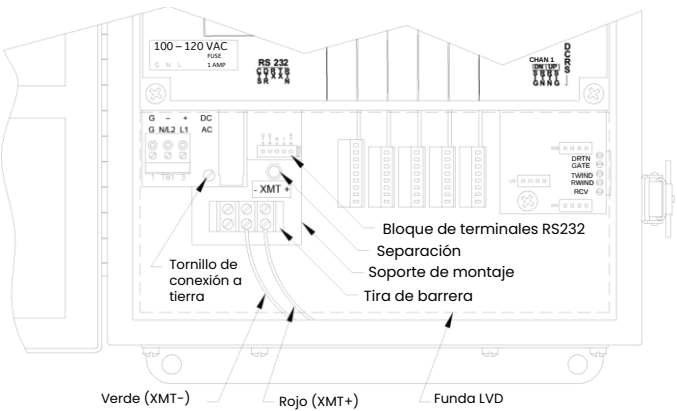

Figura 9: montaje del convertidor de interfaz
Un soporte especial que contiene el conversor de la interfaz en serie y una tira de barrera de tres terminales, justo debajo del bloque de terminales RS232 (ver figura 9). El bloque de terminales RS232 estándar está cableado a la entrada del conversor de interfaz serial, y la salida RS-485 del conversor de interfaz en serie está cableada a la tira de barrera.
El cableado de fábrica estándar de la interfaz en serie RS485 está configurado para cableado punto a punto. Es decir, un único modelo GF868 puede conectarse directamente a una única computadora personal. Para conectar la interfaz serie RS485, consulte la figura 9 y complete los siguientes pasos:
- 3. Retire el *soporte de montaje* del conversor de la interfaz en serie quitando el separador ubicado justo debajo del bloque de terminales RS232 y el tornillo de conexión a tierra justo a su izquierda (ver figura 9).